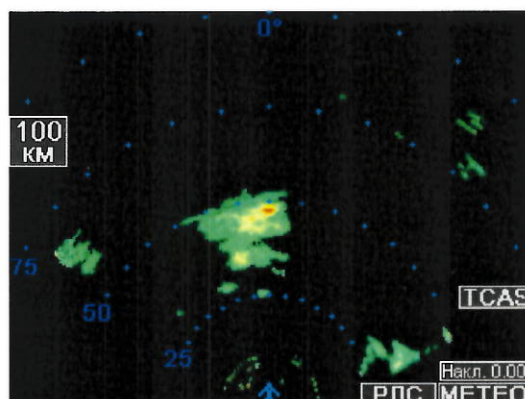

Рисунок 5 – Примерный вид изображения на экране индикатора СЭИ в режиме МЕТЕО.
3.1.4.1 Режим МЕТЕО является основным режимом работы. В этом режиме изделие обеспечивает отображение на экране СЭИ радиолокационного изображения метеообстановки (рис. 5) в полярных координатах “азимут-дальность” в пространстве, ограниченном азимутальными углами $\pm 60^\circ$ относительно строительной оси летательного аппарата, и углом места, определяемым относительно плоскости горизонта наклоном антенной решетки. Угол наклона, значение которое отображается на экране СЭИ, может быть изменен с помощью ручки управления наклоном антенны (рис. 2, поз. 2) на угол $\pm 15^\circ$. Изменение пространственного положения летательного аппарата (крен и тангаж) компенсируется системой стабилизации антенны. Метеообразования в зависимости от степени их опасности для полета летательного аппарата отображаются различным цветом.